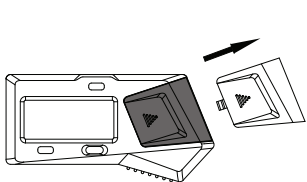

Abb. 1
---Entfernen Sie die Batterieabdeckung (Abb.1)